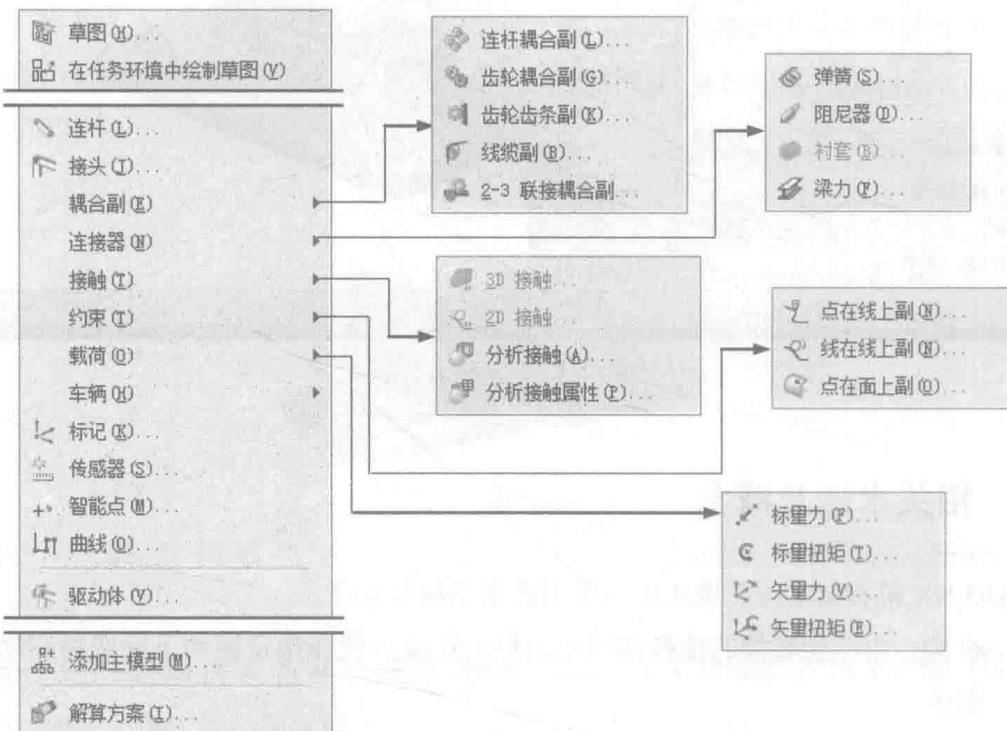

图 1.2.4 “插入”下拉菜单
在运动仿真模块中，与“机构”相关的操作命令主要位于 **插入 (I)** 下拉菜单中，如图 1.2.4 所示。